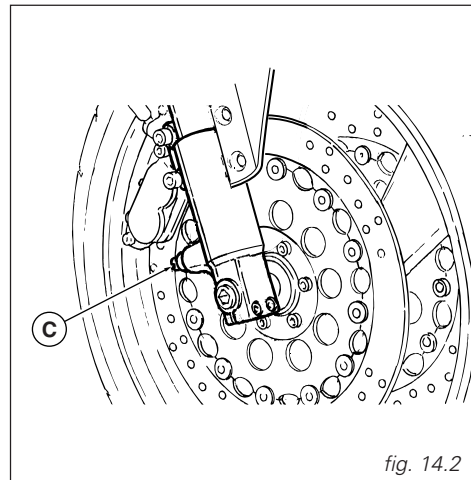

fig. 14.2
C) (fig. 14.2) per modificare il freno idraulico in compressione.
C) (fig. 14.2) to adjust compression damping.
C) (fig. 14.2) pour modifier l'action hydraulique d'amortissement en compression;
- C) (Abb. 14.2) zur Änderung der hydraulischen Dämpfung in der Druckstufe.